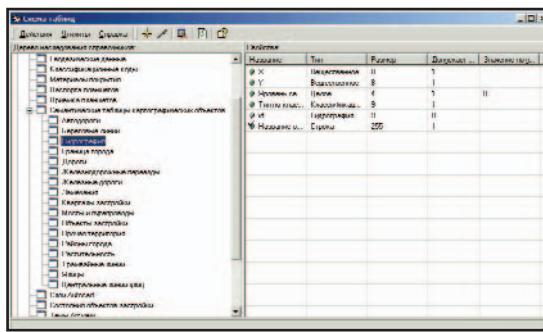

Рис. 1
- консоль управления справочниками Database manager (рис. 1);